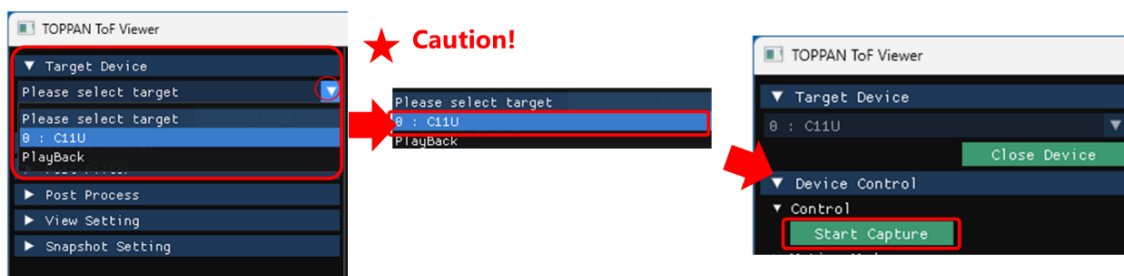

Figure 13. デバイスの選択から“Start Capture”まで
Figure 13 を参考に、TOPPAN ToF Viewer を起動して、左メニューにある“Target Device”内のデバイスリストの中から“C11U”を選択してください。デバイスリストに表示されていない場合は、“Reload”ボタンを押すと再度カメラデバイス接続を確認します。デバイス(カメラ名)選択後、少しの読み込み時間があります。その後、“Start Capture”を押してください。
- 本アプリケーション起動後初回のカメラデバイス選択時★ (Figure 13)に、カメラ内部キャリブレーションのため、VCSEL が約 3 秒間発光します。カメラ内部キャリブレーション期間中に接続した ToF カメラを覗き込まないでください。